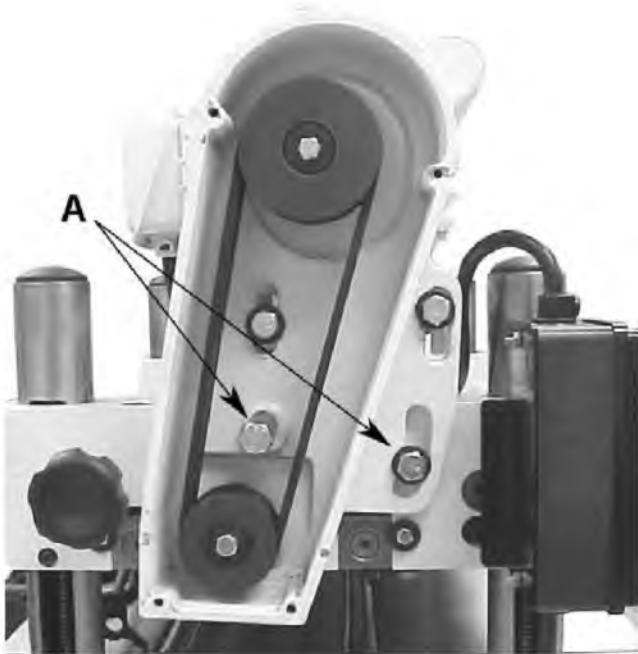

Рис. 13
1. Ослабьте два болта 17 мм (A, рис. 13), которые крепят шкив двигателя к станку.